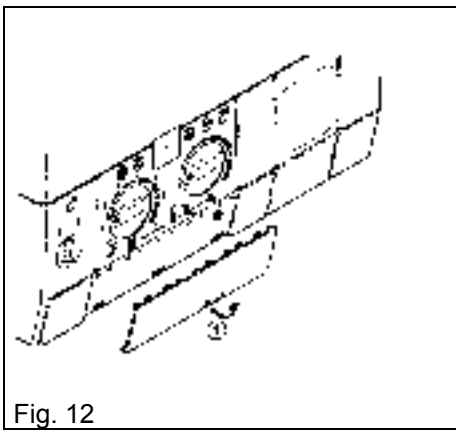
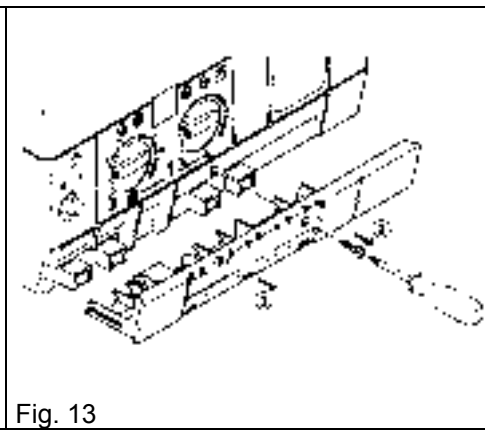
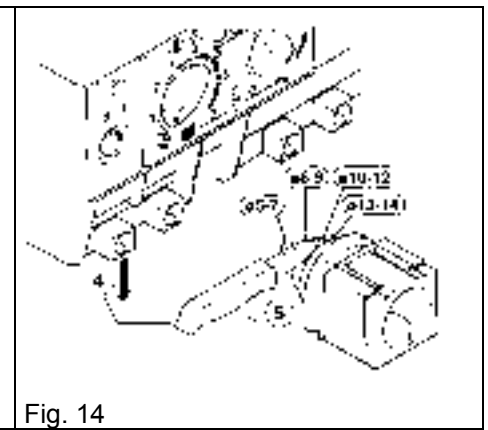

Fig. 12
Fig. 13
Fig. 14
Afdekplaatje naar voor klappen en wegnemen (fig. 12 - ①). Schroef uitdraaien ② en afdekking naar voor uitnemen ③ (fig. 13). De kabeldoorvoer naar onder uitdrukken ④ en afsnijden ⑤ volgens de kabeldikte (fig. 14). De opening nooit groter maken dan de kabeldikte, zoniet is het toestel niet meer spatwaterbeveiligd.
Les chaudières sont entièrement câblées et déparasitées. Rabattez et enlevez le couvercle (fig. 12 - ①). Dévissez la vis ② et enlevez la plaque vers l'avant ③ (fig. 13). Poussez le passe-câble vers le bas ④ et coupez ⑤ selon l'épaisseur du câble (fig. 14). L'ouverture ne peut jamais être plus grande que l'épaisseur du câble, sinon la chaudière n'est plus protégée contre les projections d'eau.